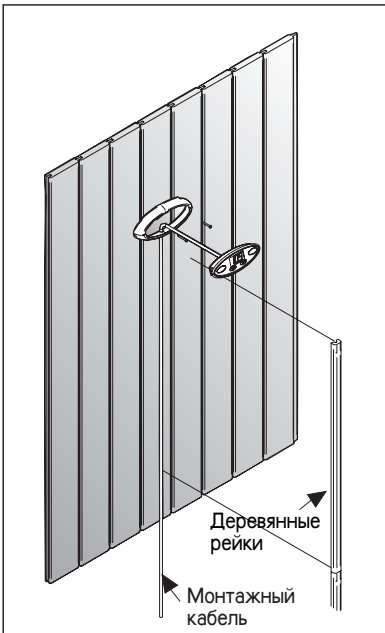

Рисунок 12. Установка панели управления
минимального безопасного расстояния от каменки и не выше одного метра. (м.рис.12.) Панель можно закрепить на защитном ограждении каменки, на стене или даже на платформе основания. Панель можно установить в парилке или в предбаннике, а также и в жилой части дома.
кабель, ведущий к панели управления, можно скрыть в стене. В противном случае монтаж следует производить по поверхности стены. См. рис. 12. Сигналы, передаваемые панелью управления, являются слаботочными сигналами. Поэтому панель безопасна при установке на основание из любого материала.
5. При необходимости монтажный кабель можно закрыть деревянными рейками (3 шт). См. рис. 12.